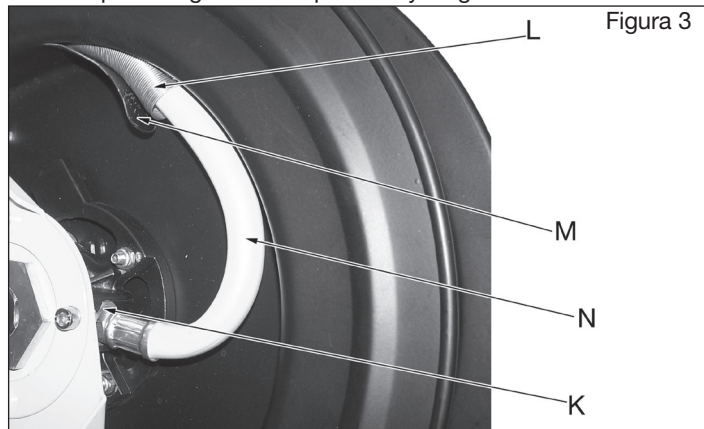

Figura 3
5. Desconecte con cuidado el extremo de la manguera (K) del lateral del carrete de manguera y retire la manguera vieja.
6. Retire el resorte de protección de la manguera (L) de la manguera vieja. Coloque el resorte de protección (L) en la nueva manguera y luego meta la manguera por el soporte del rodillo guía de la manguera y por la ranura del tambor (M).
7. Aplique cinta selladora de rosca a la rosca de la manguera y conecte esta última al carrete de manguera (K) y apriétela.
8. Fije la manguera al interior del tambor con la abrazadera de la manguera. Asegúrese de que la manguera tenga una curva amplia (N) y que no esté retorcida antes de apretar la abrazadera de la manguera.
9. Asegúrese de que el resorte de protección de la manguera (L) esté en el lugar correcto (consulte la figura 3).